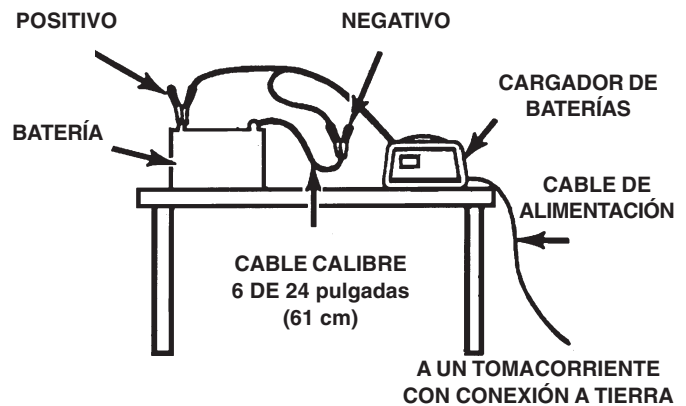

ILUSTRACIÓN 8: CONECTAR LA PINZA NEGATIVA PARA LA BATERÍA AL EXTREMO DE UN CABLE DE 24 PULGADAS (61 cm)
6. Para vehículos con positivo a tierra, conecte la pinza NEGATIVA (NEGRA) del cargador de batería al terminal NEGATIVO (NEG, N, o -) de la terminal no conectado a tierra. Conecte la pinza POSITIVA (ROJA) al chasis o bloque del motor del vehículo, lejos de la batería. No conecte la pinza al carburador, líneas de combustible o placas de metal de la carrocería. Conecte la pinza a una parte de metal grueso del bastidor o el bloque del motor. (Ilustración 8)